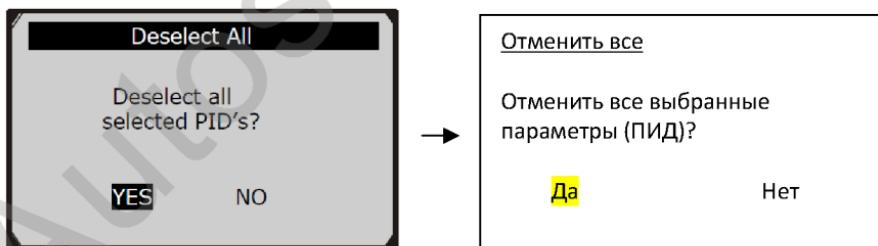

Рис. 5.18
- Появится сообщение для подтверждения (рис. 5.18).